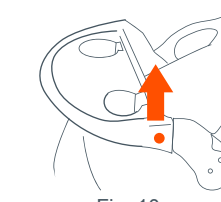

Fig. 10c
- **Para acceder al asiento para niños:** Oprima el botón a presión rojo que está a la derecha y ejerza presión hacia arriba. La bandeja para niños se levantará y girará hacia arriba para permitir el acceso al asiento (Fig. 10c).